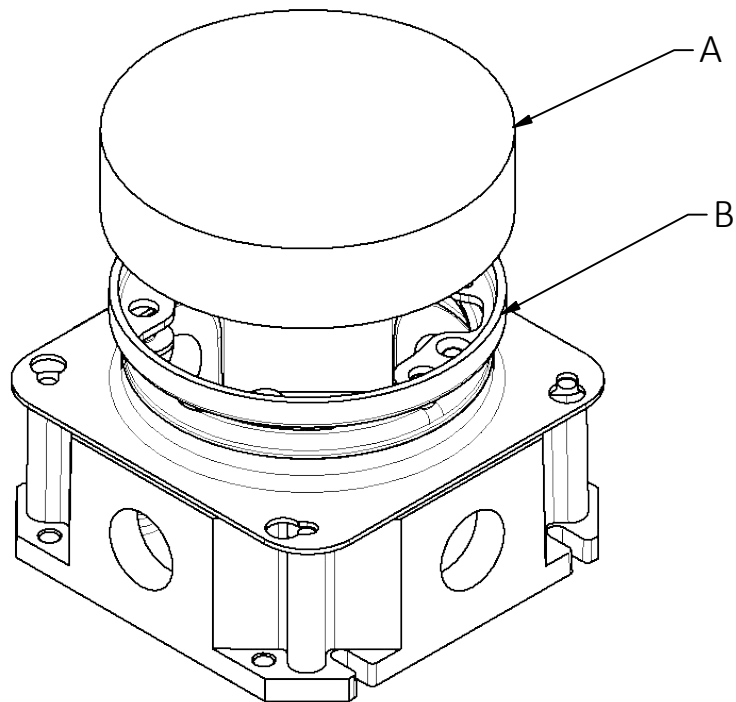

FIG.1
1. Remove concrete cover A and discard. **(FIG. 1)**
1. Enlever le couvercle pour béton A et le jeter. **(FIG. 1).**
1. Quitar la tapa de hormigón A y desecharla. **(FIG. 1)**